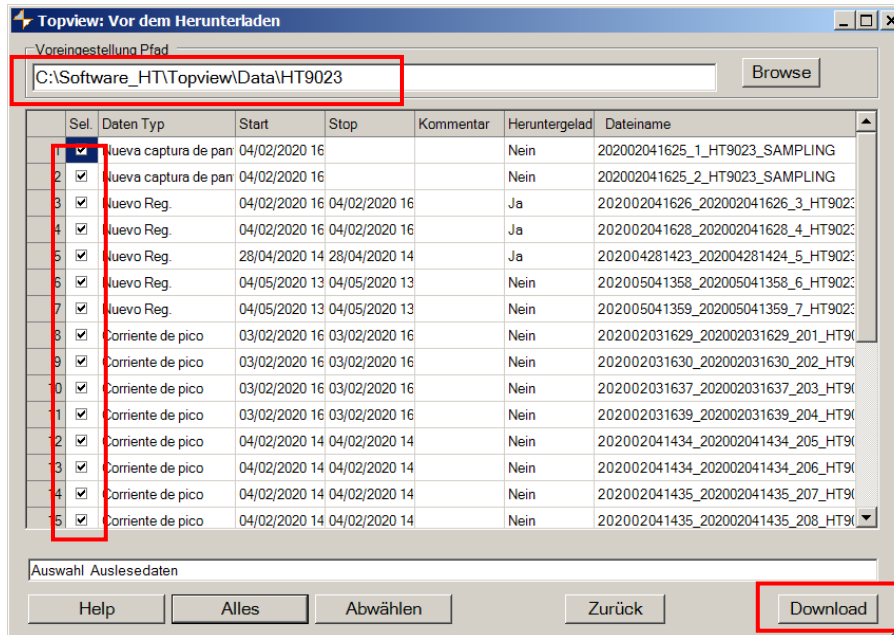

Abb. 17: Auswahldaten zum Download
7. Klicken Sie auf die Schaltfläche **"Next"**, um das Download-Fenster zu öffnen (siehe Abb.17 Abb. 17: Auswahldaten zum Download